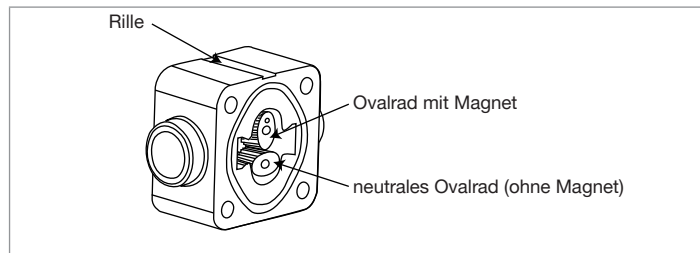

Bild 7 Positionierung der Ovalräder
Das mit dem Magnet versehene Rad muss wieder auf der Seite mit der Rille eingesetzt werden (siehe Bild 7 und die folgende Tabelle).
- Die um 90° gegeneinander versetzten Räder wieder in das Gehäuse einsetzen (siehe Bild 7).